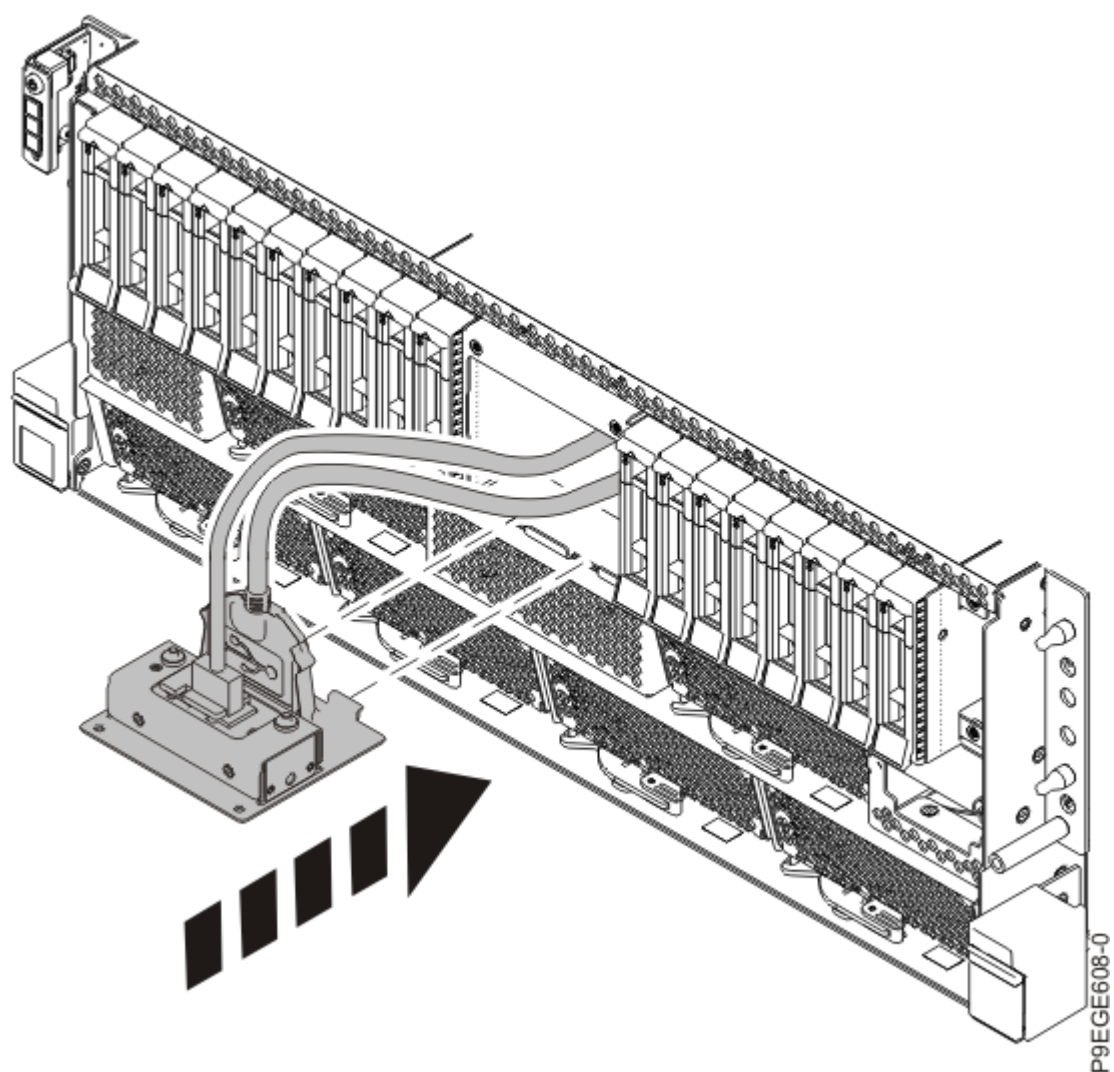
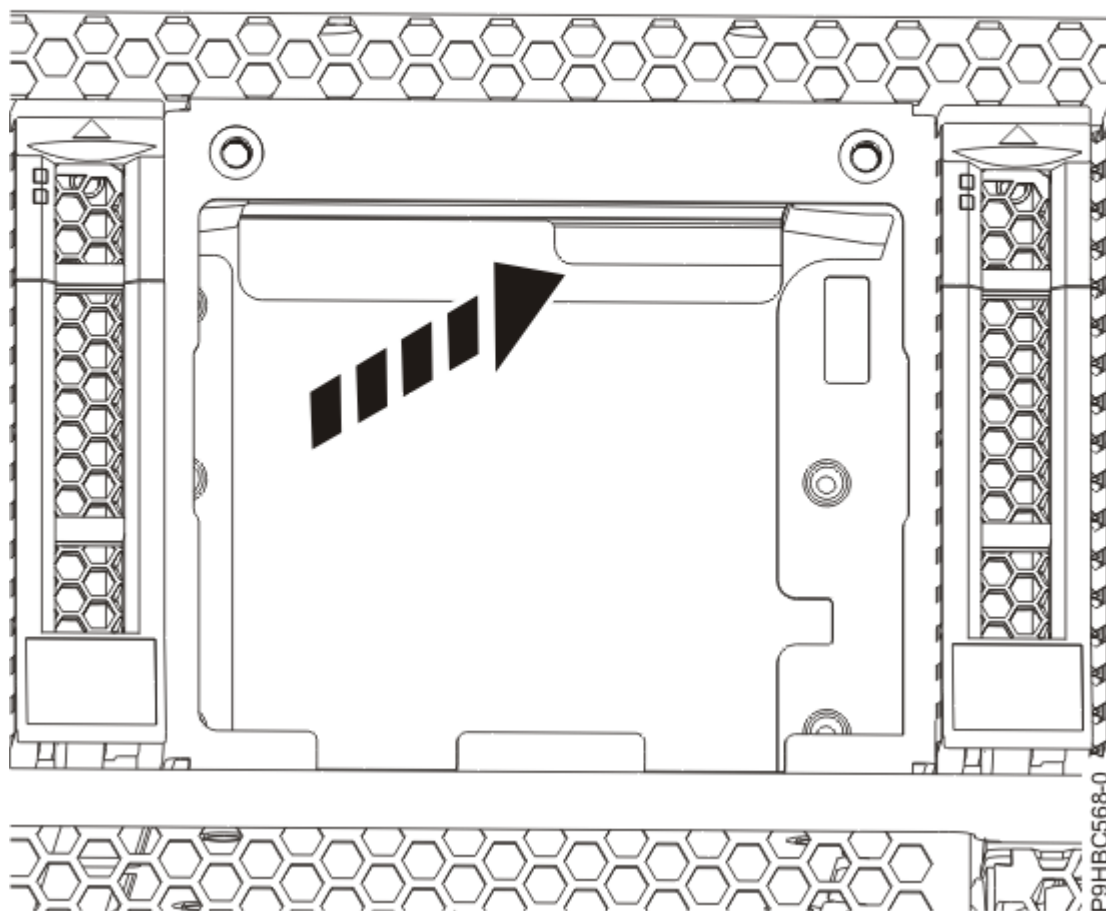
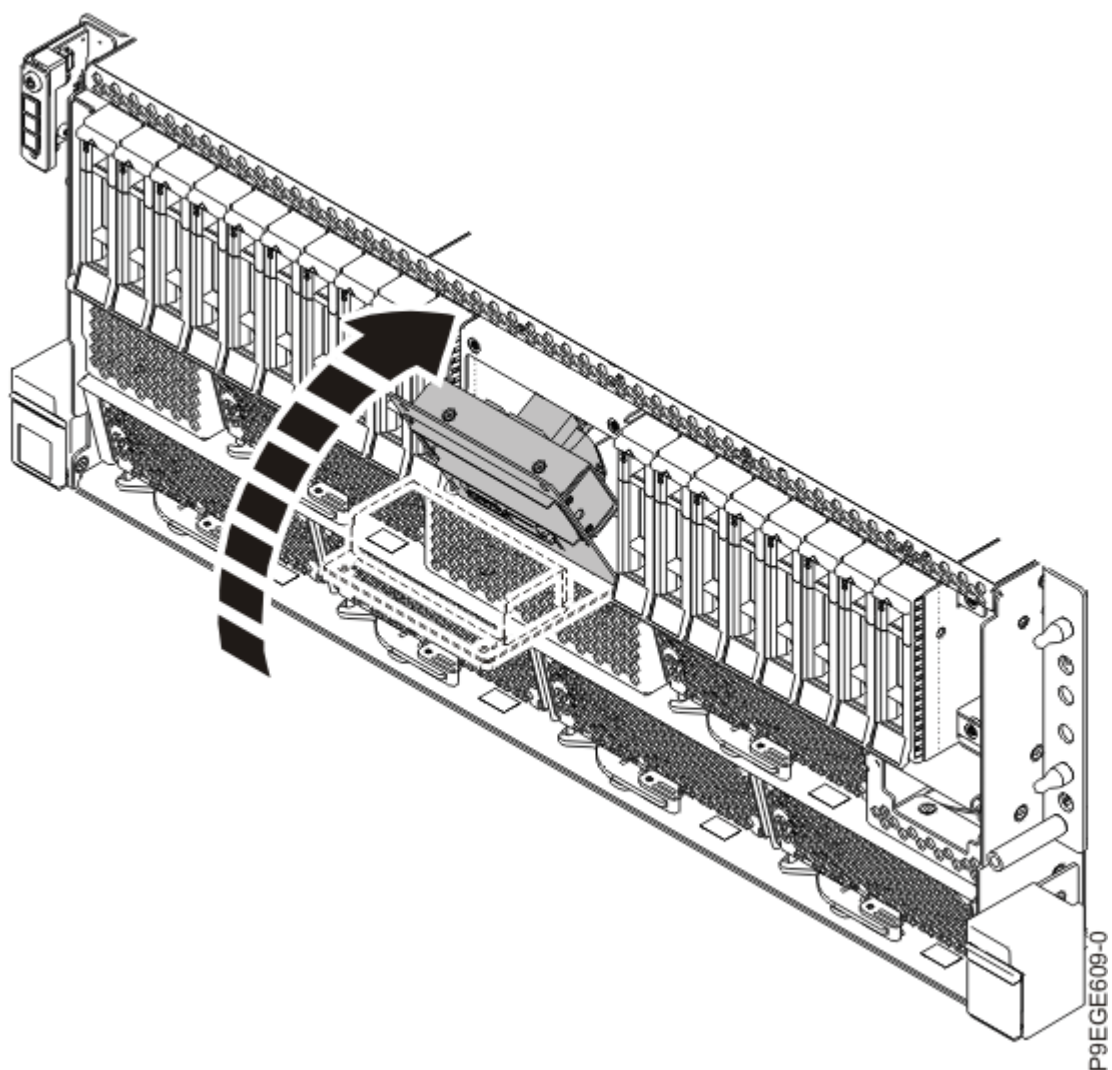
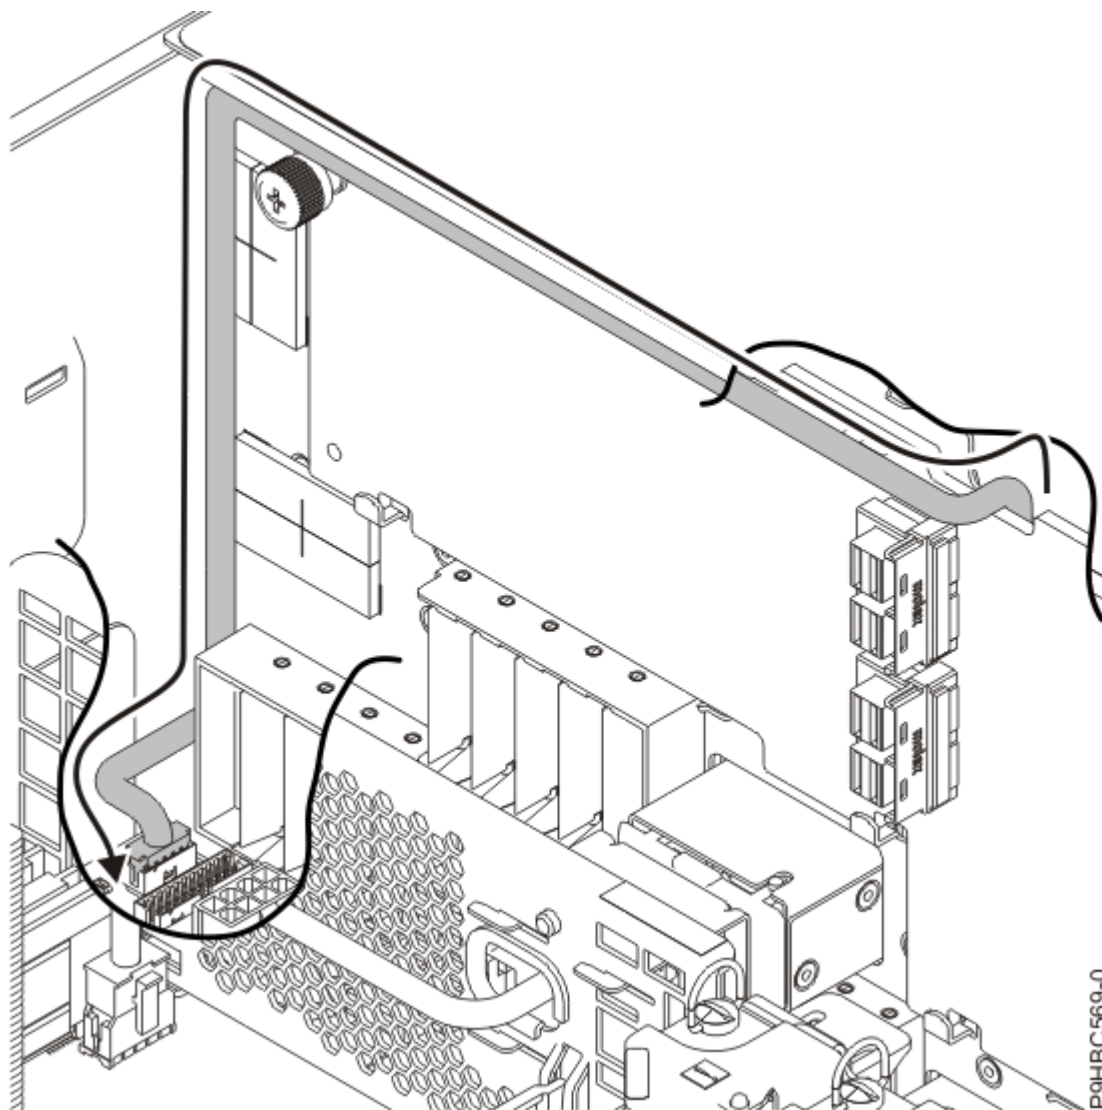

Figure 118. Insertion du câble d'écran du panneau de commande pour un système monté en armoire
Figure 119. Passage du câble via ce trou dans le châssis pour un système monté en armoire
Figure 120. Fermeture du support de l'écran du panneau de commande pour un système monté en armoire
Figure 121. Passage des câbles d'écran du panneau de commande pour un système monté en armoire
3. Pour un système monté en armoire, insérez le câble d'écran du panneau de commande dans le système, comme illustré à la Figure 118, à la page 125, la Figure 119, à la page 126, la Figure 120, à la page 127 et la Figure 121, à la page 128.